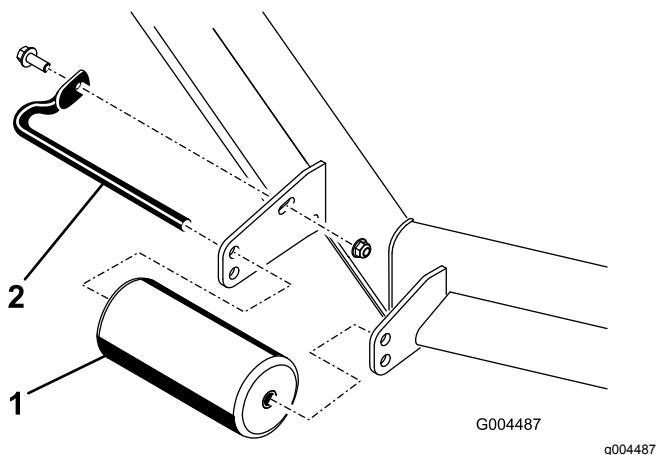
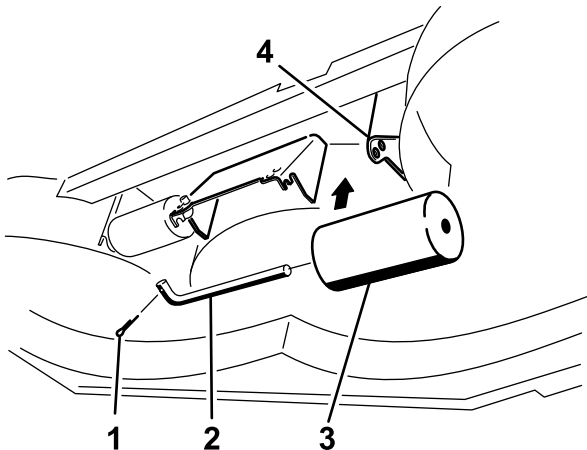

図 47
図 51
4. デッキのローラを固定しているボルトナット類を外して、ローラの高さを調整する使用するデッキのタイプに合わせて図 47 から図 51 を参照。
5. 図 47 図 51 のように固定する。